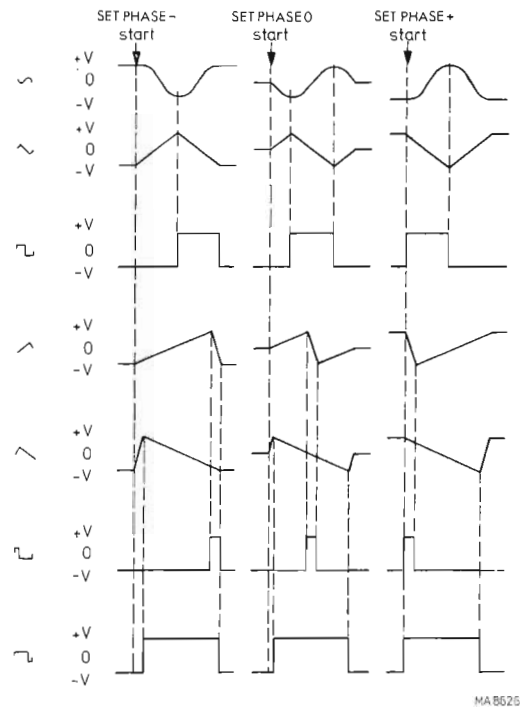

Abb. 5. Startpunkte der verschiedenen Signale im "SINGLE SHOT" Betrieb
Die Einzelauslösung ist bei allen Signalformen und in den Frequenz-Teilbereichen 1 m ... 1k wirksam. Der Startpunkt kann mit dem Einsteller SET PHASE stetig zwischen den Scheitelwerten des Signals (gemäss Fig. 5) verstellt werden.
- Einsteller SET PHASE entsprechend Fig. 5 auf den gewünschten Startpunkt stellen.